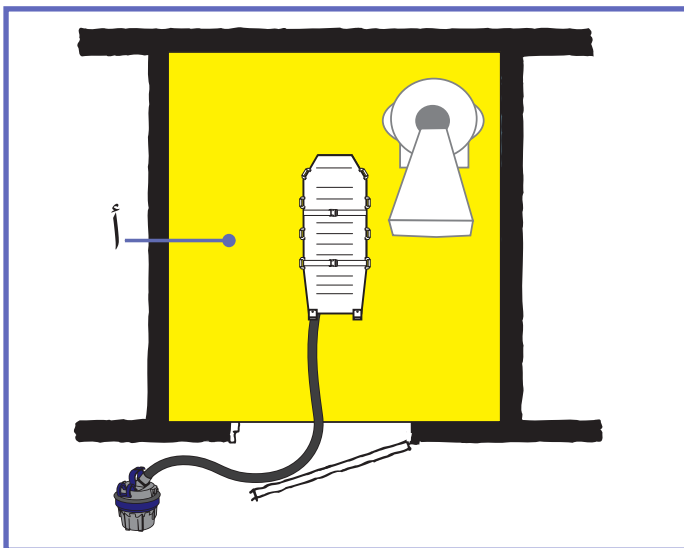

Fig. 9
Forebyg risiko for personskader på plejemodtageren ved at sørge for at anbringe *Maxi Air*-luftforsyningen uden for MR-miljøet (A), se "Fig. 9".